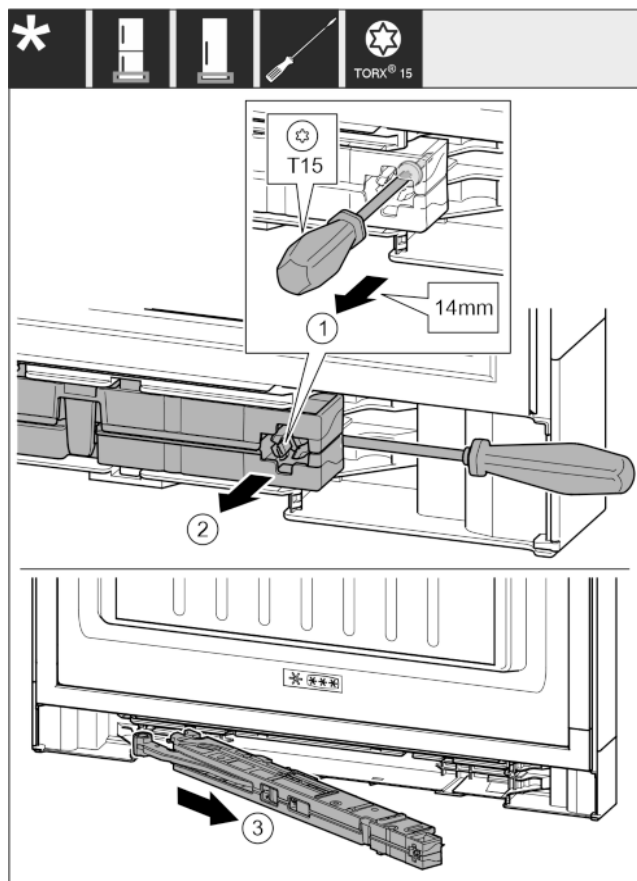

Fig. 14
- Desserrer la vis de l'amortisseur de fermeture de 14 mm lösen. *Fig. 14 (1)*
- Accéder à la partie postérieure de l'amortisseur de fermeture du côté de la poignée avec un tournevis. Tourner l'unité vers l'avant. *Fig. 14 (2)*
- Extraire l'unité. *Fig. 14 (3)*